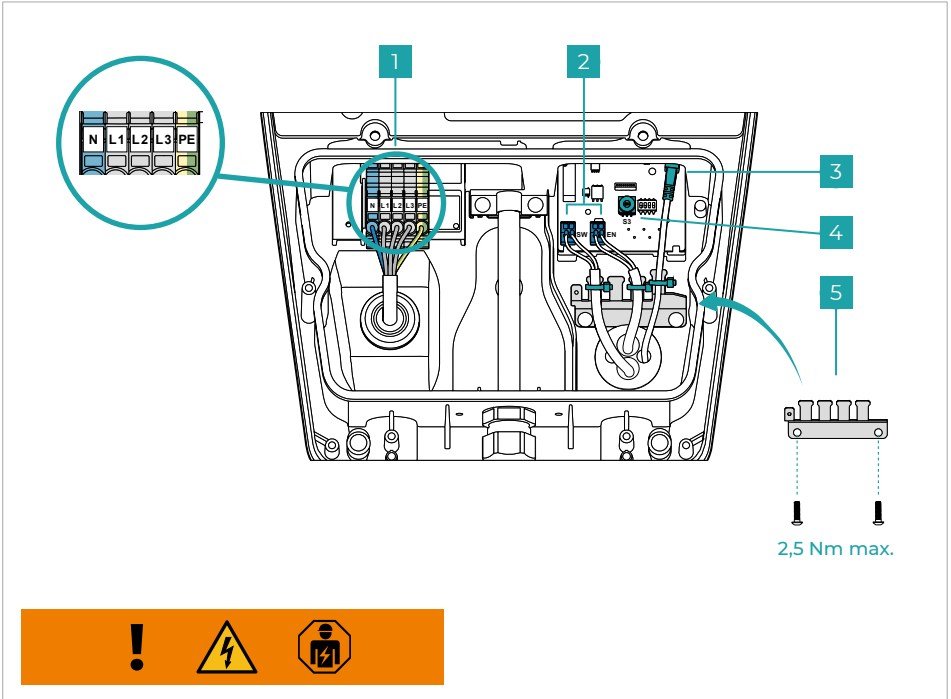
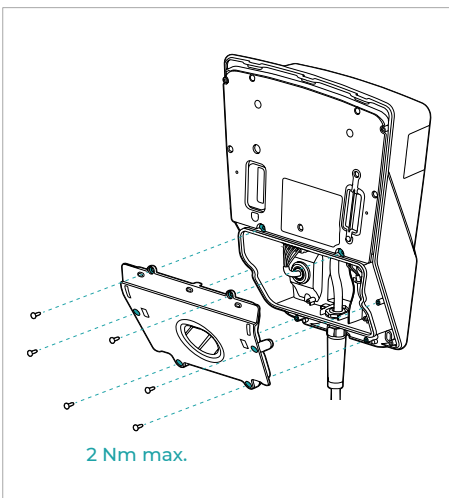

Fig. 6
Fig. 7
En option, un dispositif de verrouillage externe (par ex. interrupteur à clé) peut-être raccordé à l'interface interne (**fig. 6 - n°2 - interface EN**).
- Préparez le câble de raccordement au réseau en conséquence (\varnothing 10 - 20 mm // 5*6 mm² max.) et raccordez-le comme indiqué à la **fig. 6 - n°1**. Le raccordement au réseau se divise en trois phases dans la représentation. Pour raccorder le système de charge au réseau en une phase, utilisez N, L1 et PE.
- Configurez le courant de charge maximal de 6 A à 16 A à l'aide de l'interrupteur rotatif S3 comme indiqué à la **fig. 6 - n°4**.
- En option : préparez les câbles de données (entrée (EN)/sortie (SW) numérique et LAN) et raccordez-les comme indiqué à la **fig. 6 - n°2 & 3**. Pour procéder au raccordement d'un dispositif de verrouillage externe via une entrée numérique, retirez au préalable les ponts de câble.
Effectuez la décharge de traction comme indiqué à la **fig. 6 - n°5** et fixez les câbles de données à l'aide de serre-câbles. Montez le cache inférieur du système de charge comme indiqué à la **fig. 7**.